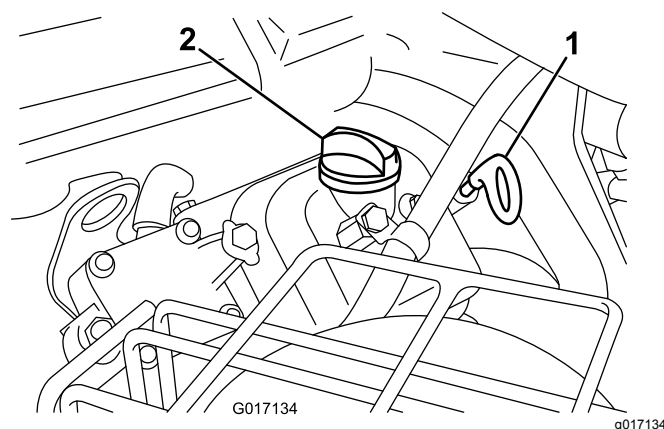

Figura 38
2. Estraiete l'asta di livello e asciugatela con un panno pulito. Premete l'asta di livello nel tubo e assicuratevi che sia completamente in sede (Figura 38).